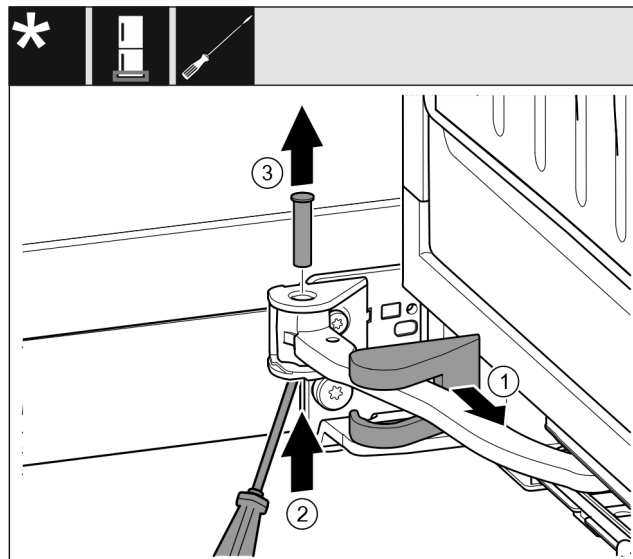

Fig. 16
- ▶ Húzza le a csapágybak fedelét Fig. 16 (1), és tolja el a csukló mentén.
- ▶ Csavarhúzóval emelje fel lentről a csapszeget Fig. 16 (2).
- ▶ Húzza ki felülről a csapszeget Fig. 16 (3).